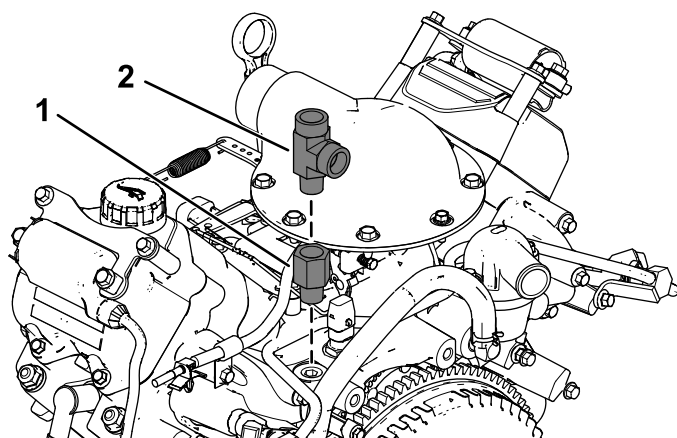

Figura 8
2. Instale o adaptador e a união em T (Figura 8).